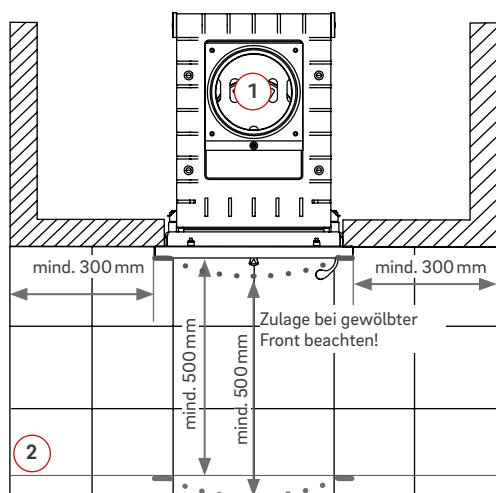

Abb. 6:
- Vor der Feuerraumöffnung sind Fußböden aus brennbaren Baustoffen durch einen Belag aus nicht brennbaren Baustoffen zu schützen. Der Belag muss sich nach vorne um mindestens 500 mm und zur Seite um mindestens 300 mm über die Frontplatte hinaus erstrecken (Abb. 6).